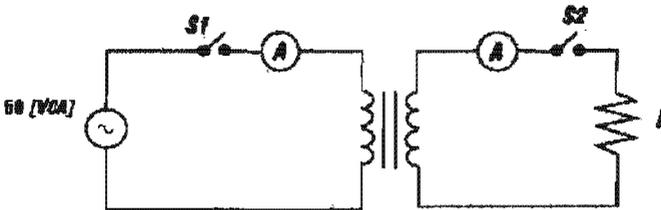

Figura 3.30
- f) Arme el circuito de la figura 3.30, empleando las bobinas (600 espiras)